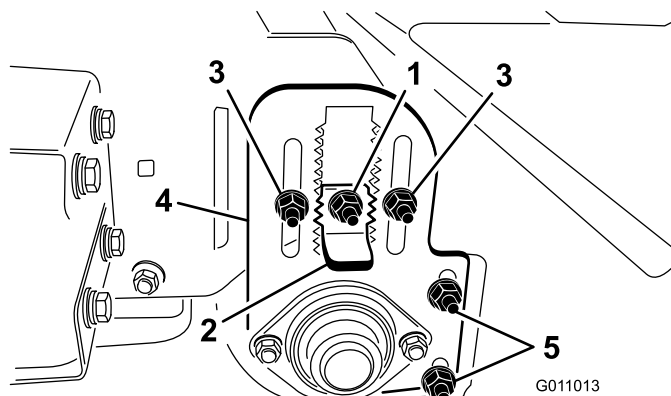

Figura 20
3. Afloje la contratuerca de la llave de ajuste de altura (Figura 20) para poderla sacar 13 mm aproximadamente.
4. Afloje las contratuercas de ajuste de altura del rodillo (Figura 20).
5. Tire hacia fuera de la llave de ajuste de altura y desplace el rodillo trasero hacia arriba o hacia abajo deslizando la placa de ajuste de altura del rodillo a la altura deseada (Figura 20).
Compruebe y asegúrese de que el rascador del rodillo (Figura 20) está ajustado con un espacio de 2 mm entre el rascador y